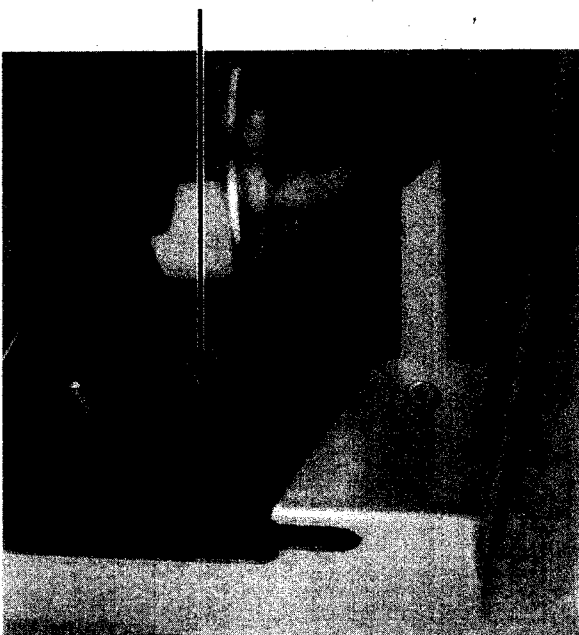

Figura 18
14.3 Se desface capacul de la supapa automata de aerisire situata deasupra pompei (*Figura 18*).